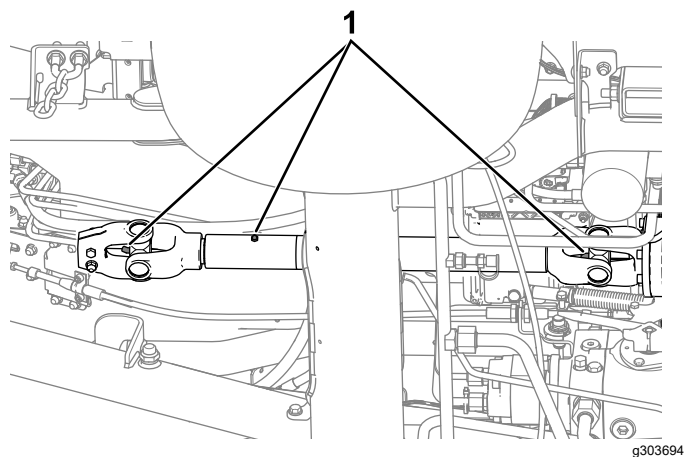

Figura 43
- Albero di trasmissione PDF (Figura 43)